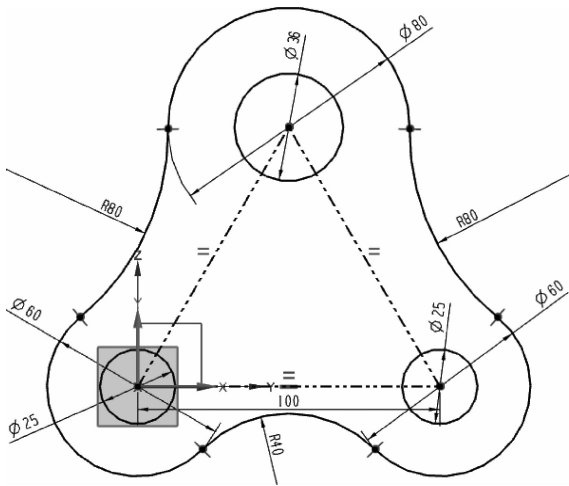

图 2-30 绘制圆弧
(6)在“草图”工具条中单击图标,创建 $R80$ 和 $R40$ 的圆弧,如图 2-30 所示。